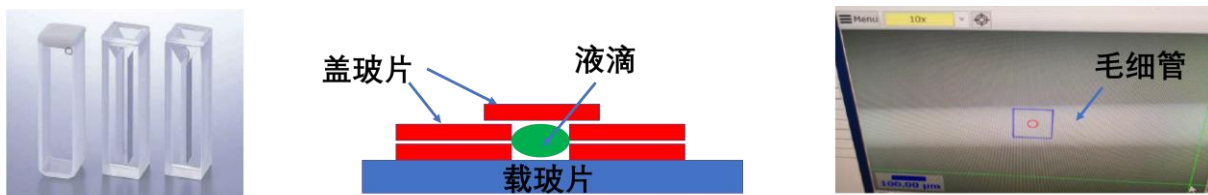

图 4-6 液体样品的制样方式
2) 液体样品制样：如图 4-6 所示，对于大体积（比如毫升级）液体样品的测试，可用合适体积的玻璃/石英比色皿装满，用封口膜封口置于物镜下即可进行测试。对于小体积（比如几十微升）液体样品的测试，如果液滴在载玻片表面不扩散，可以利用载玻片和盖玻片搭建一个简易的测试池，如图所示，使液滴与上盖玻片下表面接触浸润即可。对于小体积易挥发或者在玻璃表面易扩散的液体，可采用毛细管法进行测试，只需吸取少量于毛细管中即可进行聚焦检测。